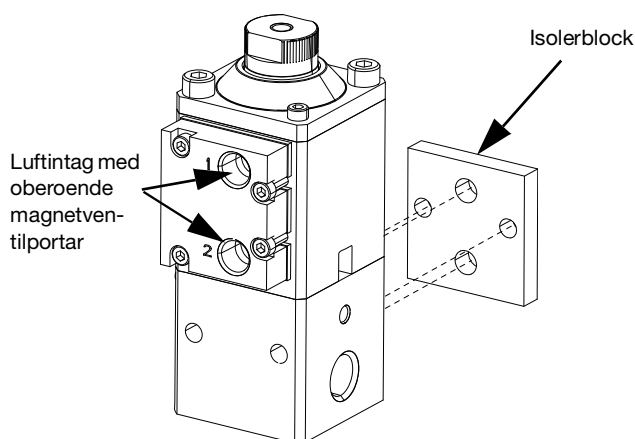

FIG. 7
- b. Se tabellen nedan beträffande ventiler med fristående magnetdon (J). Se FIG. 7.